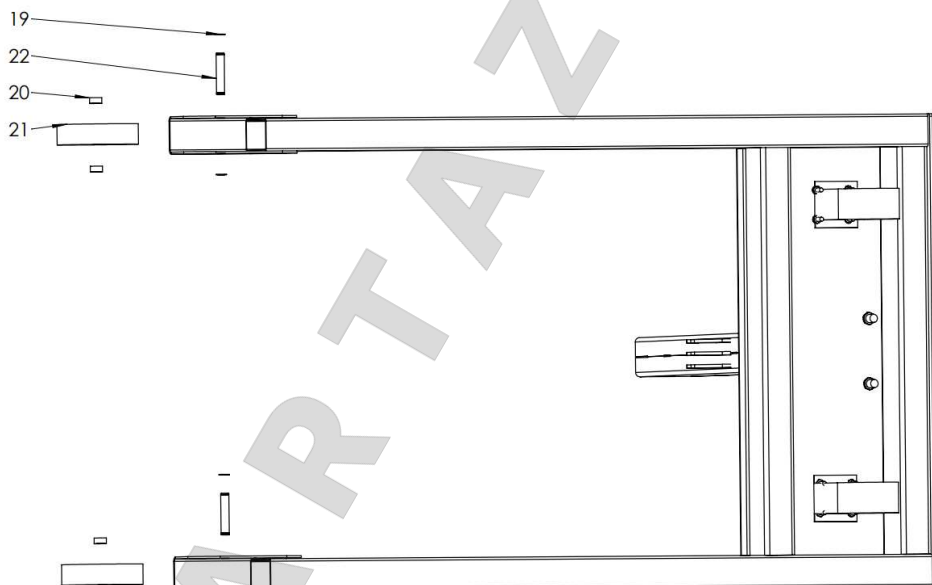

Рисунок 8.
Установите передние колеса (21) см. рис. 8, на основание. Установите стопорное кольцо (19) на штифт колеса (22), вставьте штифт с кольцом в отверстие крепления колеса, изнутри на него оденьте втулку колеса (20), далее оденьте на него колесо и вторую втулку, вставьте штифт во второе отверстие крепления колеса и установите стопорное кольцо. Поставьте основание с башней на колеса.